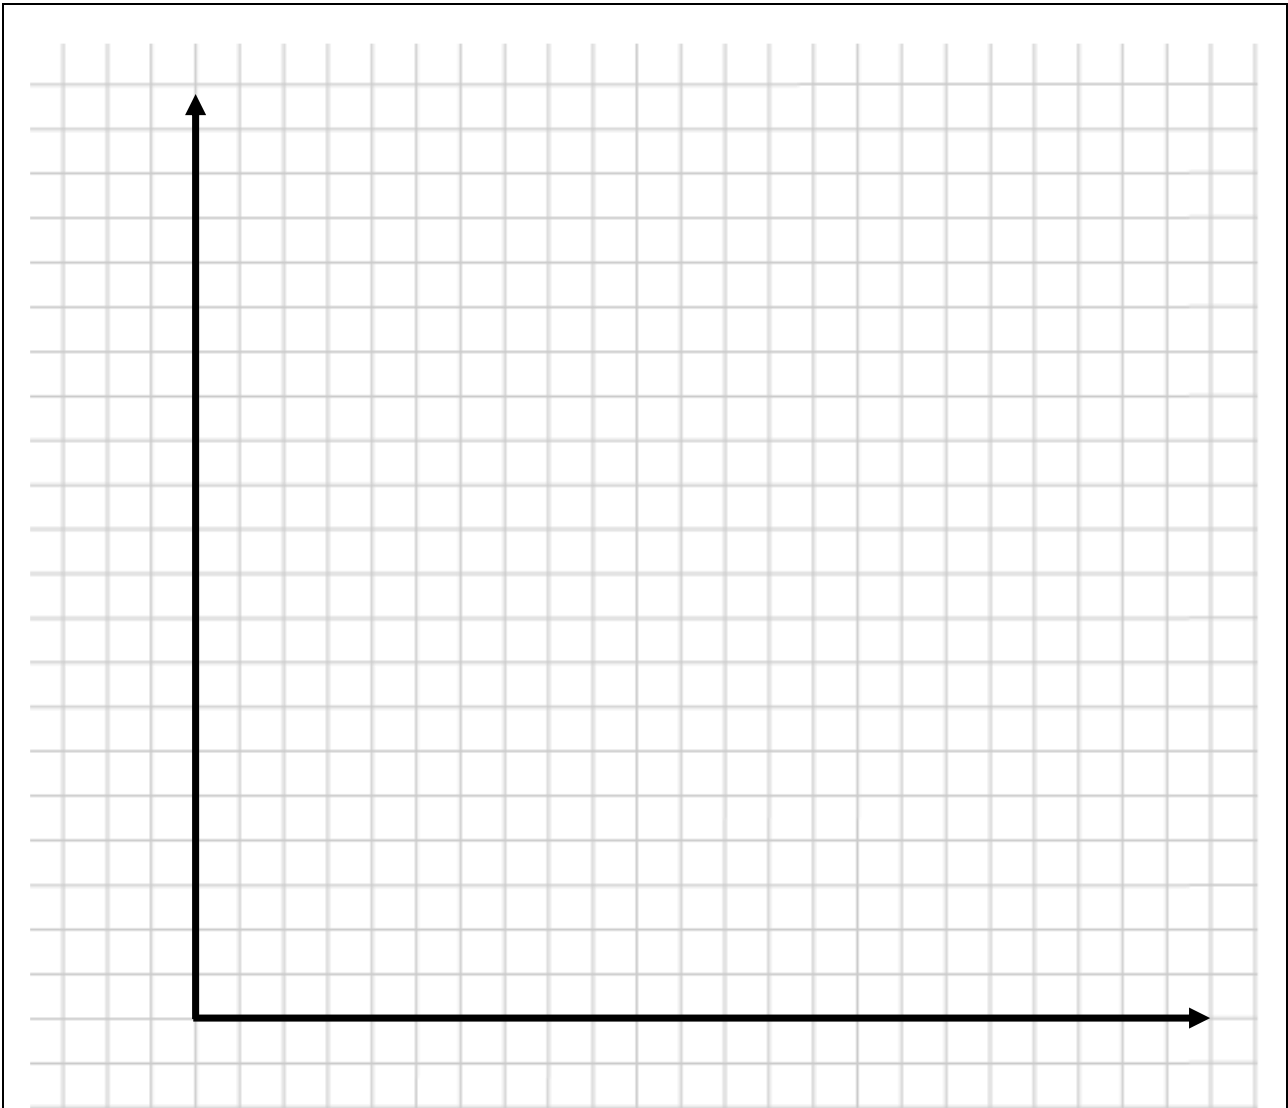

Abbildung 3: Grafisches Verfahren nach AKERS
- b) Der Produktionsleiter Tim Ber stellt Ihnen in Tabelle 7 Daten über die Bearbeitungszeiten der Aufträge sowie die Reihenfolge S_j der Aufträge auf den Maschinen zur Verfügung. Ermitteln Sie mit Hilfe des grafischen Verfahrens nach AKERS die minimale Zykluszeit für die Bearbeitung der beiden Aufträge. Bitte tragen Sie Ihre Lösung in Abbildung 3 ein.